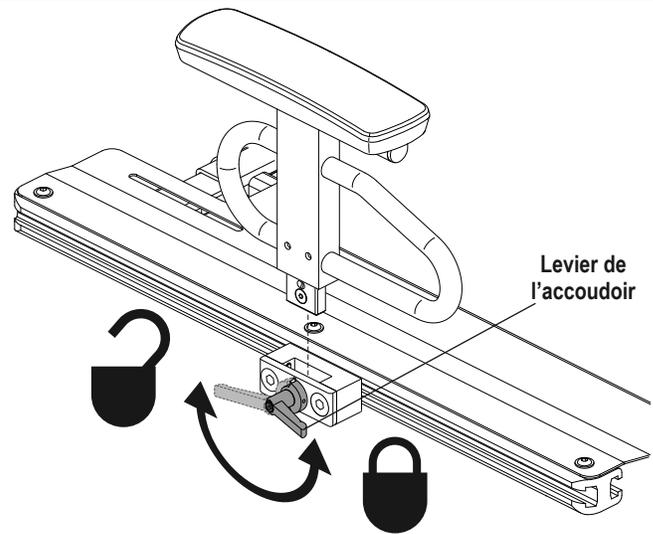
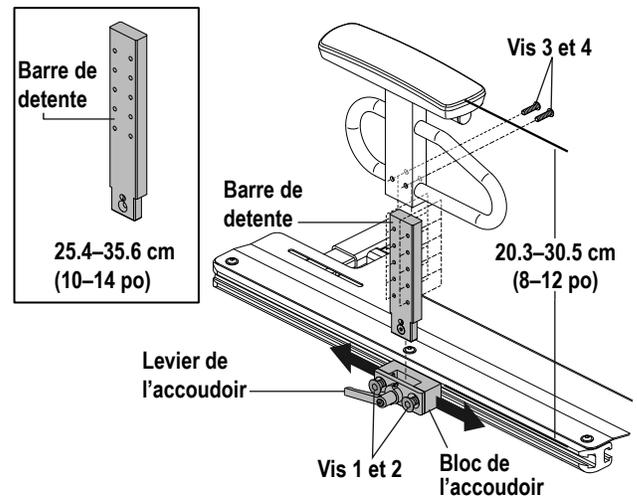

Figure 11. Retrait/Installation de l'accoudoir amovible robuste
Figure 12. Réglage de la position et de la hauteur de l'accoudoir amovible robuste
Les accoudoirs amovibles robustes sont conçus pour être retirés afin de faciliter le transfert au et hors du fauteuil motorisé. **Voir la figure 11.** La hauteur de l'accoudoir et la position peuvent être réglées. **Voir la figure 12.**
1. Tournez le levier de l'accoudoir vers l'arrière. **Voir la figure 11.**
1. Placez l'ensemble de l'accoudoir dans le bloc de l'accoudoir. **Voir la figure 11.**
1. Tournez le levier de l'accoudoir vers l'arrière et retirez l'accoudoir du bloc de l'accoudoir. **Voir la figure 11.**
2. Desserrez les vis 1 et 2. **Voir la figure 12.**
5. Installez l'accoudoir dans le bloc de l'accoudoir et tournez le levier de l'accoudoir vers l'avant. **Voir la figure 12.**
1. Retirez les vis 3 et 4. **Voir la figure 12.**
3. Réinstallez les vis 3 et 4. **Voir la figure 12.**